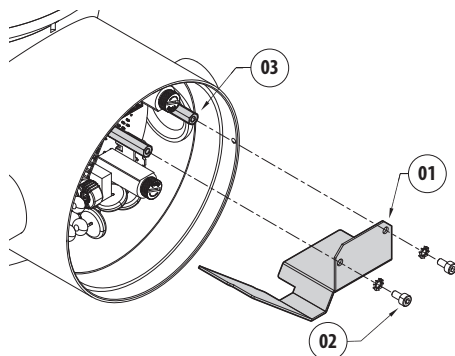
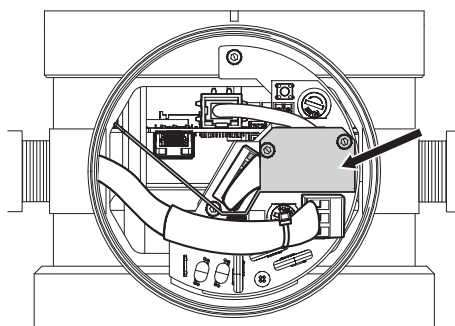

Fig. 18
Fig. 19
Fissare la barriera (01) con le apposite viti e rondelle (02) ai distanziali predisposti (03) (Fig. 18, pagina 32 ed Fig. 19, pagina 32).